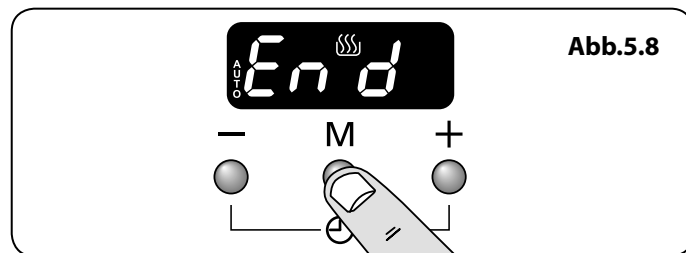
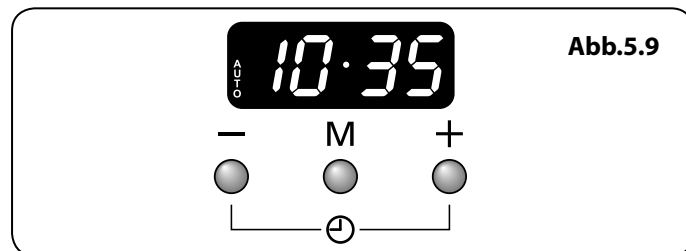

Abb.5.8
Abb.5.9
2. Drücken Sie die Modustaste [M], bis die Anzeige blinkt: End (**Abb.5.8**). Stellen Sie anschließend die „Stoppzeit“ mithilfe der Tasten [+] und [-] ein. Die aktuelle Uhrzeit wird zusammen mit dem Wort „AUTO“ angezeigt (**Abb.5.9**).